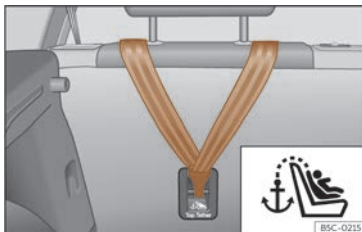

Fig. 36 Parte posterior de los asientos traseros: anclaje para el cinturón Top Tether.
Las sillas infantiles con sistema Top Tether incorporan una correa adicional para su sujeción a un punto de anclaje en el vehículo. Este punto de anclaje se encuentra en la parte posterior del respaldo del asiento trasero (identificado con el símbolo ) y proporciona una mayor retención >>> **fig. 36**.
- Deslice la correa y fíjela correctamente con el anclaje de la parte posterior del respaldo >>> **fig. 36**.